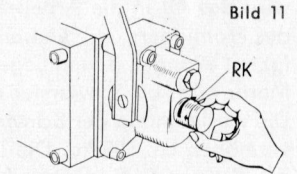

Bild 11
Um ein unbeabsichtigtes Betätigen dieses Steuerhebels während des Transportes oder der Zeit der Nichtbenutzung der Zusatz-Zylinder zu verhindern, ist am Vorderende des Zusatzsteuergerätes ein **Verriegelungsknopf (RK)** (Sicherheitsraste) für den Steuerhebel angeordnet (s. Bild 11):